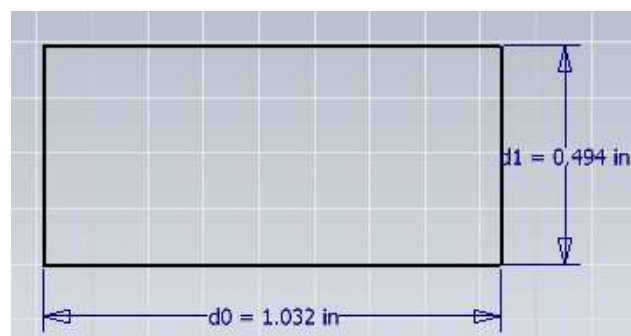

Figura 3.18a) Acotación de un boceto en 2D.
- Coloque la cota donde considere mas pertinente y presione el botón izquierdo del ratón y pulse ESC para finalizar, figura 3.18A